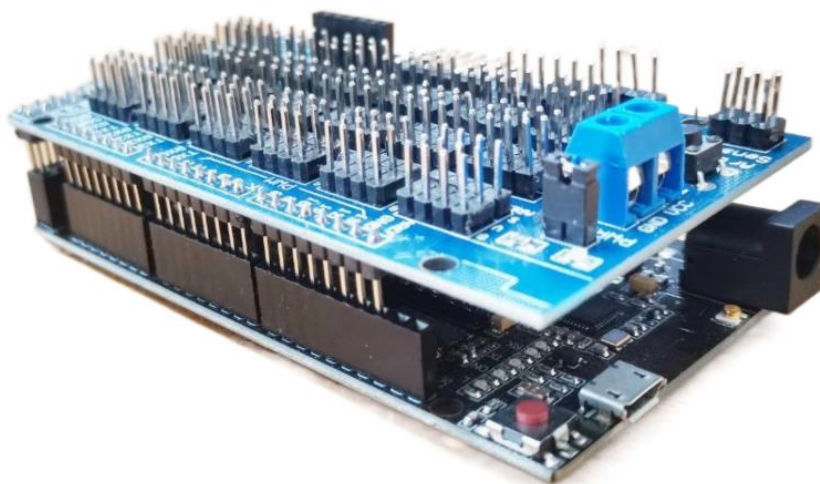

Рисунок 3-8 Плата расширения установленная на базовую плату
- Контактные площадки Mega Sensor Shield V2.0 совместимы с Arduino Mega 2560 и Mega 1280 (Рисунок 3-8).